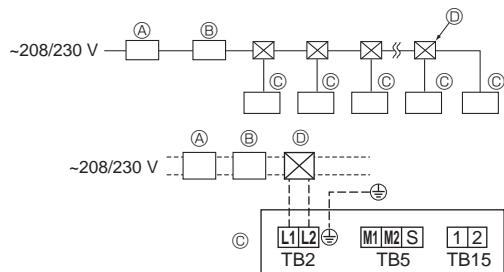

Fig. 6-2
- La instalación del aire acondicionado debe proporcionar un interruptor con un mínimo de 3 mm (1/8 pulgadas) de separación entre los contactos de cada polo. [Fig. 6-2]